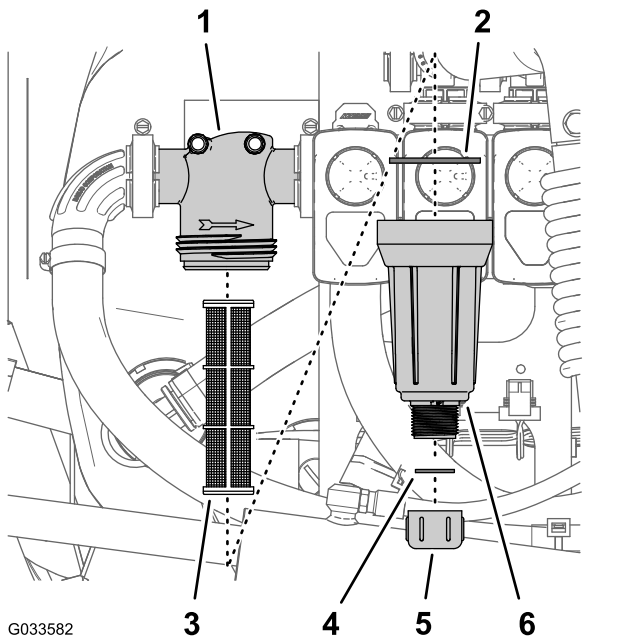

Bild 80
2. Stellen Sie eine Auffangwanne unter den Druckfilter (Bild 80).
3. Drehen Sie die Ablassschraube nach links und nehmen sie von der Glocke des Druckfilters ab (Bild 80).
4. Drehen Sie die Glocke nach links und nehmen den Filterkopf ab (Bild 80).
5. Entfernen Sie den Druckfiltereinsatz (Bild 80).
7. Prüfen Sie die Dichtung für die Ablassschraube (in der Glocke) und die Dichtung für die Glocke (im Filterkopf) auf Beschädigungen und Abnutzung (Bild 80).
8. Setzen Sie den Druckfiltereinsatz in den Filterkopf ein (Bild 80).
9. Befestigen Sie die Glocke am Filterkopf und ziehen sie mit der Hand an (Bild 80).
10. Befestigen Sie die Ablassschraube am Anschlussstück unten an der Glocke und ziehen sie mit der Hand an (Bild 80).